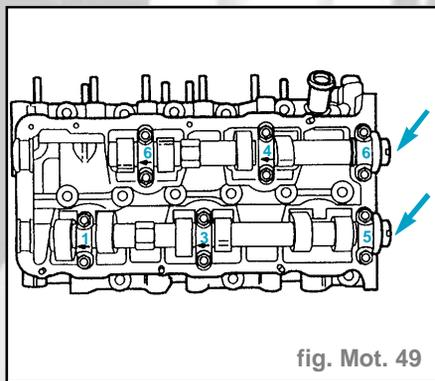

fig. Mot. 49
**Nota :** - Lors de la repose des arbres à cames, les évidements pour les pignons de chaîne d'arbres à cames doivent être orientés vers le haut (fig. Mot. 49).